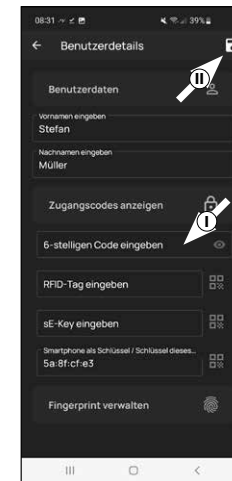

Abb. 8
- Sofern gewünscht, können Sie im zweiten Absatz, unter „Zugangscode anzeigen“, bei „6-stelligen Code eingeben“ einen Benutzercode eingeben mit 6 Stellen eingeben (I) (Abb. 8). Tippen Sie danach auf das Speichern-Symbol (II) (Abb. 8).